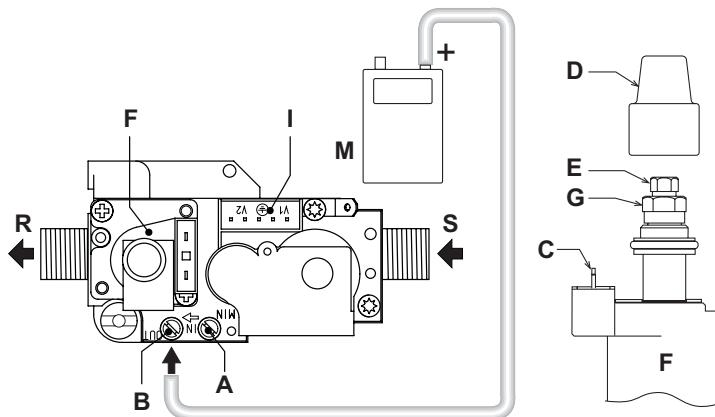

fig. 20 - Válvula del gas
- Purgar el aire de la tubería del gas a través de la toma de presión de la válvula del gas (A - fig. 20).